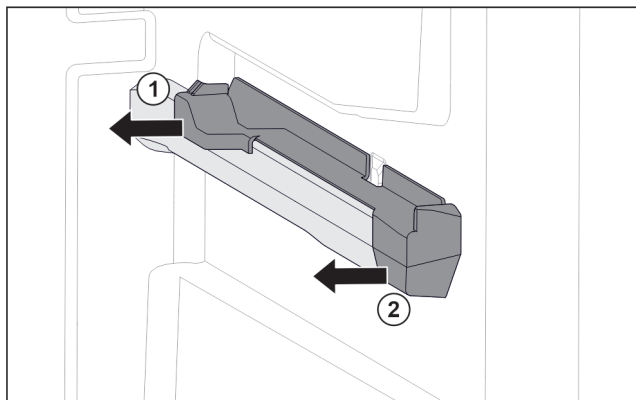

Fig. 26 Násuvný diel na pravom rebre nádoby
- ▶ Stiahnite násuvný diel vzadu do strany. Fig. 26 (1)
- ▶ Stiahnite násuvný diel vpredu do strany. Fig. 26 (2)